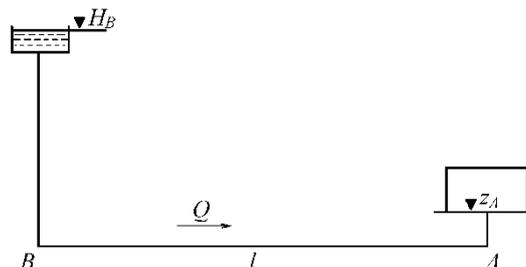

Рис. 2
3. Определить диаметр трубопровода для подачи 15 л/с воды от водонапорной башни В до предприятия А (рис. 2) при длине трубопровода  $l = 1000$  м, отметке уровня воды в башне  $H_B = 32$  м, геодезической отметке в конце трубопровода  $z_A = 2$  м и свободном напоре  $H_{ce} \geq 12$  м, если трубы: